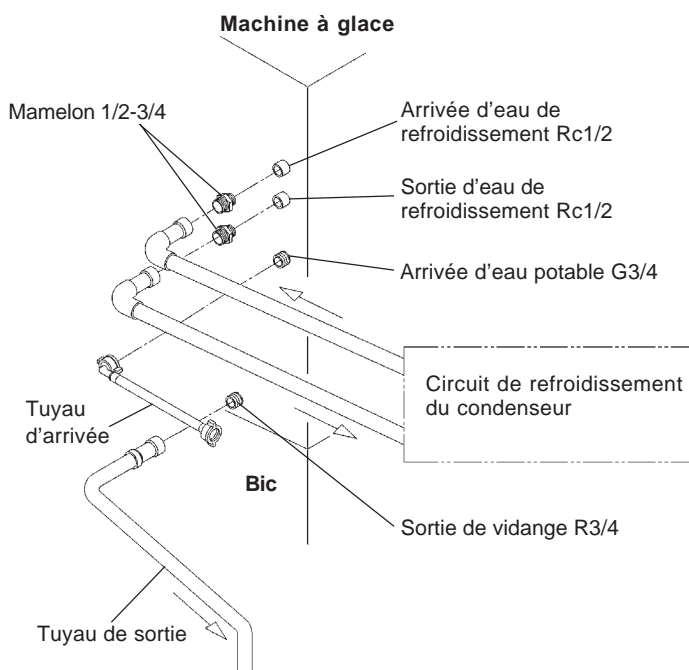

Fig. 9
### [a] Branchements standard conformes aux réglementations WRC au Royaume-Uni (Fig. 9 et 10)
- 3) Raccorder le tuyau gris de vidange (accessoire) au raccord R3/4 à l'arrière de la machine à glace comme indiqué (Fig. 9), en contrôlant le placement correct de la rondelle d'étanchéité en caoutchouc avant de serrer le joint manuellement. Ce tuyau peut être coupé à la longueur voulue en fonction de la position de vidange principale.
- 5) Raccorder le circuit de refroidissement du condenseur à l'extrémité libre des mamelons 1/2-3/4 comme indiqué (Fig. 9) à l'aide d'un tuyau rigide adapté. Utiliser du ruban PTFE et/ou du mastic d'étanchéité adéquat pour former un joint étanche.